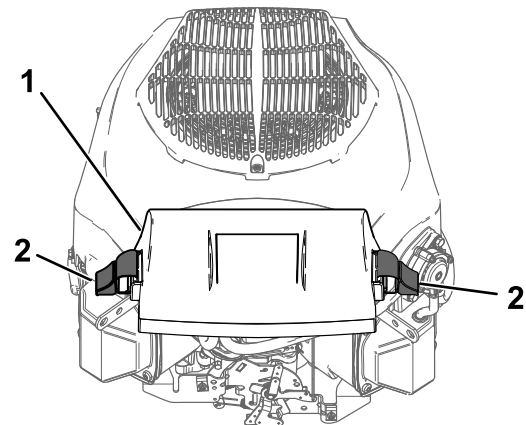

Figure 35
3. Posez le couvercle et fixez-le en place avec les attaches (Figure 35).